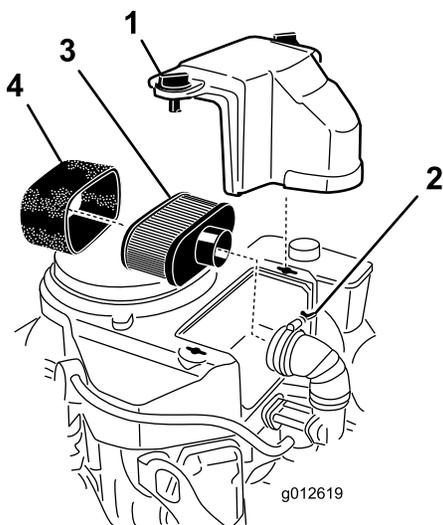

Figure 41
3. Nettoyez la surface autour du filtre à air pour éviter que des impuretés n'endommagent le moteur en tombant à l'intérieur (Figure 41).
4. Dévissez les boutons du couvercle et déposez le couvercle du filtre à air (Figure 41).
5. Dévissez le collier et déposez l'ensemble filtre à air (Figure 41).
6. Sortez délicatement l'élément en mousse de l'élément en papier (Figure 41).
Remarque: Remplacez-le par un neuf s'il est très encrassé (Figure 41).
1. Glissez délicatement l'élément en mousse sur l'élément en papier (Figure 41).
2. Posez le filtre à air complet sur sa base ou sur le flexible et fixez-le en position (Figure 41).
3. Mettez le couvercle du filtre en place et serrez le bouton (Figure 41).